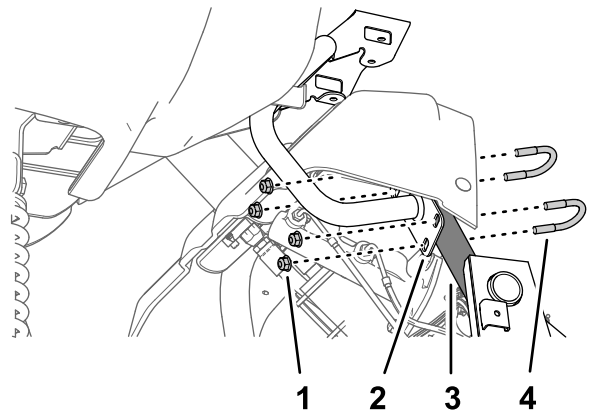

Bild 161
- Montieren Sie die Platte der Monitorbefestigung mit den zwei U-Bügeln und vier Sicherungsbundmuttern (5/16") am Stützrohr des Maschinenchassis (Bild 161).